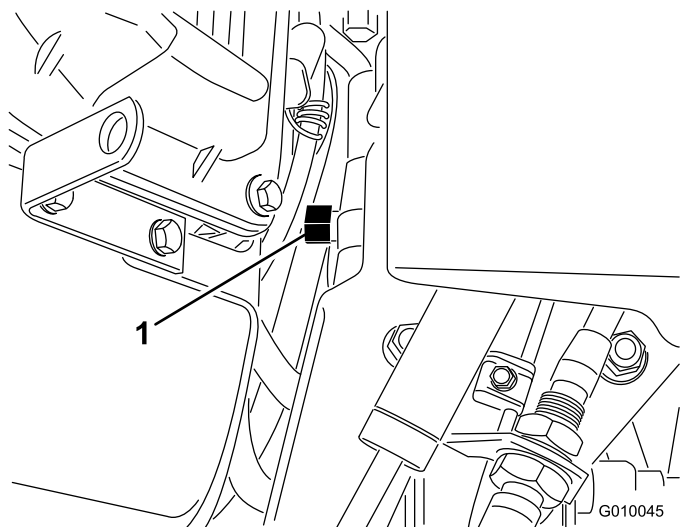

图31
2. 找到发动机与静液压泵之间的旁通阀（图31）。
3. 使用 16mm 扳手，将旁通阀逆时针旋转 1 圈。这样可以让液压油从泵旁通过，令车轮可以转动（图31）。
5. 要再次操作打孔机，请将旁通阀顺时针旋转 1 圈（图31）。